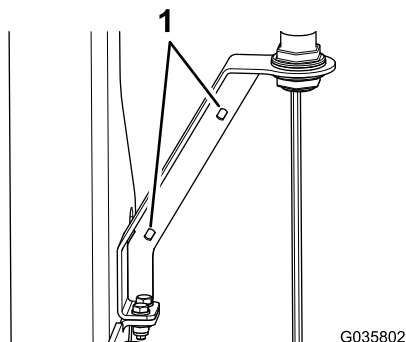

Figura 14
9. Insira uma braçadeira de cabos através de cada um dos dois furos no suporte do sinal luminoso (Figura 14) e prenda o cabo.